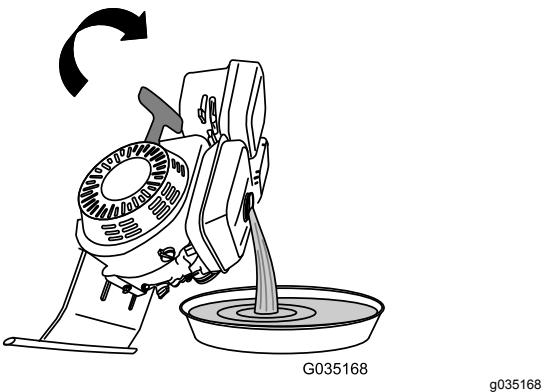

Figura 58
4. Gire el motor sobre la bisagra de la chapa del motor, y vacíe el combustible del depósito (Figura 58).